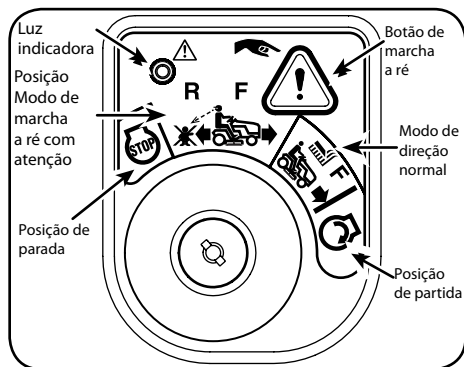

Figura 3-4
2. Gire a chave da posição **NORMAL CORTANDO** (verde) para a posição **ATENÇÃO - MARCHA A RÉ** (amarela) do contato de ignição. Veja Figura 3-4.
3. Pressione o **BOTÃO DE MARCHA A RÉ** (cor laranja, botão triangular) na parte superior, no canto direito do módulo do contacto de ignição. A luz indicadora vermelha no canto superior esquerdo do contato de ignição vai estar **ACESA** quando ativada. Veja Figura 3-4.